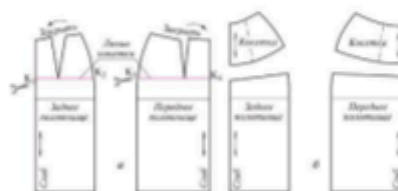

Рис. 6.47 Моделирование юбки на кокетке простой формы:
1. Через концы вытачек переднего и заднего полотнищ проведите линии кокетки K_1K_2 и K_3K_4 . Точки K_1 и K_3 должны находиться на равном расстоянии от линии бедер (рис. 6.47).